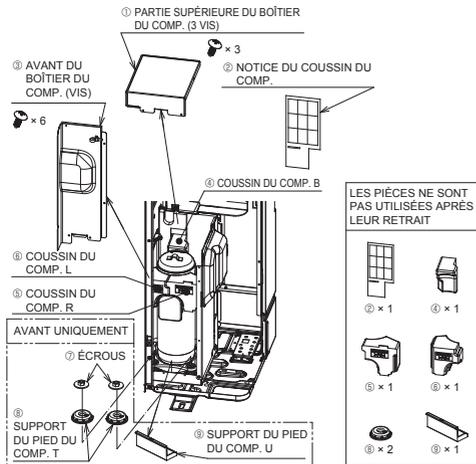

Fig. 4-1
- Avant de commencer à utiliser l'appareil, veuillez à retirer la PARTIE SUPÉRIEURE DU BÔÎTIER DU COMP. et l'AVANT DU BÔÎTIER DU COMP. et ôtez les pièces du COMP. fixées. (Fig. 4-1)